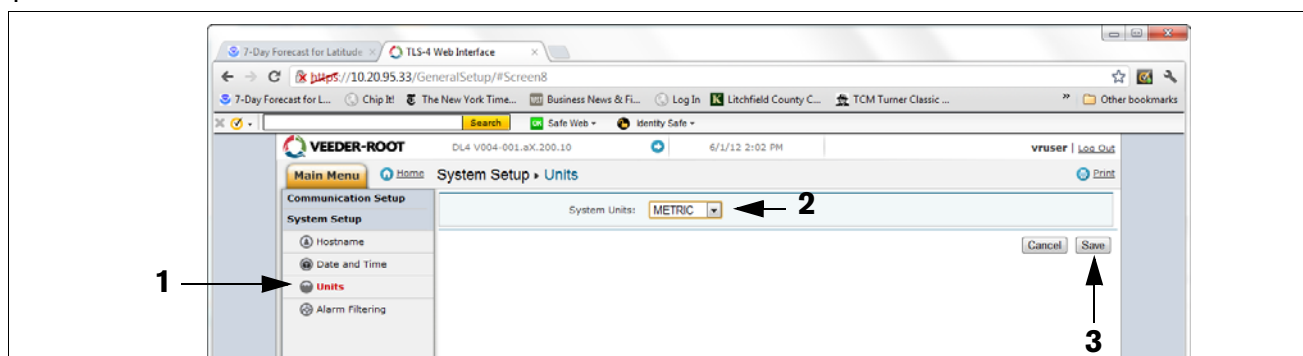

Figura B-12. Seleção de unidades do sistema
14. No menu de configuração do sistema, clique na página de Unidades (1), selecione as unidades desejadas (2), clique em Salvar (3) (ver exemplo na Figura B-12).